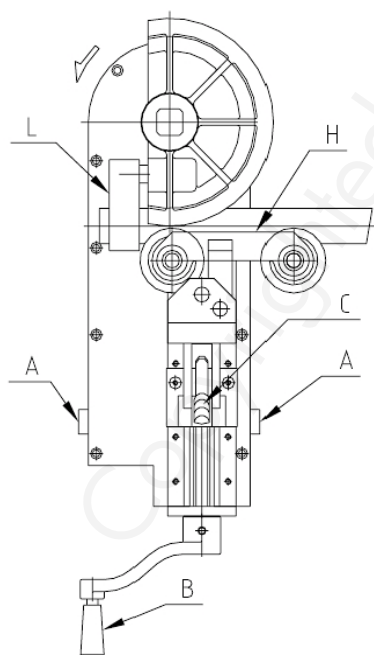

Fig. 26: De complete geleidingseenheid samenstellen
2. Wanneer de speciale geleidingseenheid met de twee rollen klaar is voor gebruik, breng deze dan dicht bij de buis zonder druk uit te oefenen (fig. 26).